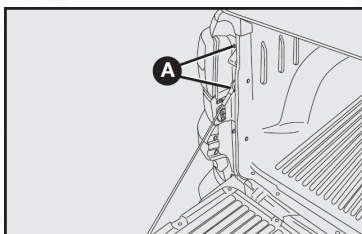

fig. 31
- 3) Utilizando un una llave "PHILLIPS" (no suministrada), desatornille los fijadores de la lámpara (A-fig. 31).